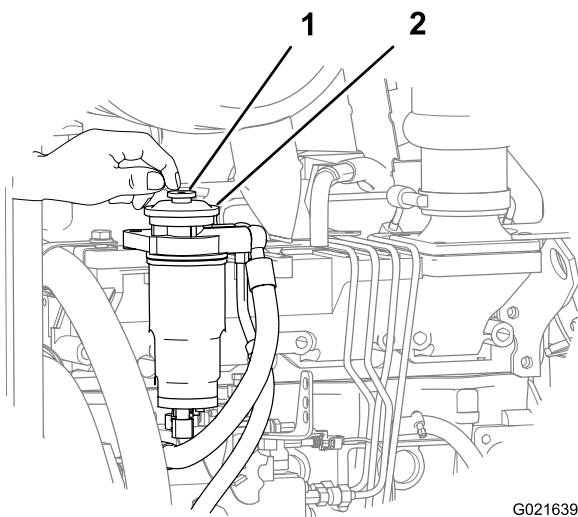

**Figure 129**
6. Localisez le bouton d'amorçage au sommet de l'adaptateur du filtre à carburant secondaire (Figure 129).
7. Appuyez brièvement sur le bouton d'amorçage plusieurs fois jusqu'à ce que vous sentiez une résistance lorsque vous enfoncez le bouton (Figure 129).